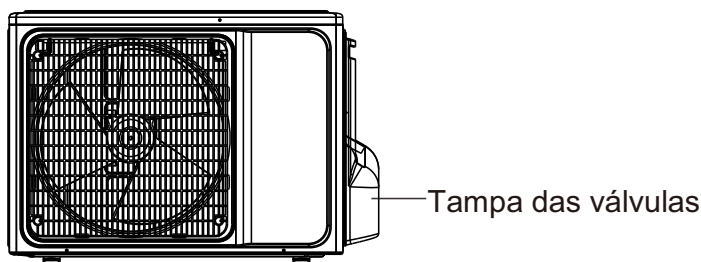

Fig. 6.9
1. Desaparafuse a tampa das válvulas na parte lateral da unidade exterior. (Consulte a **Fig. 6.9**)